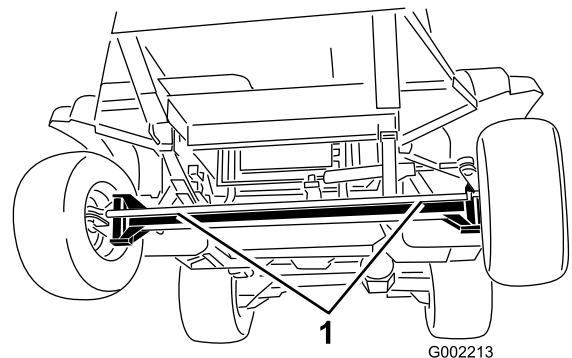
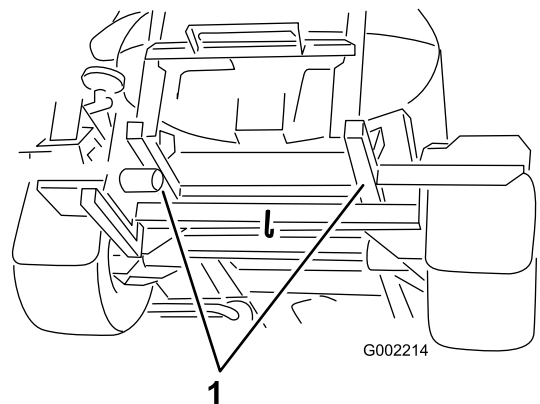

图 54
图 55
2. 将拖绳系在机架上请参照前、后拖曳点图 54 和图 55。